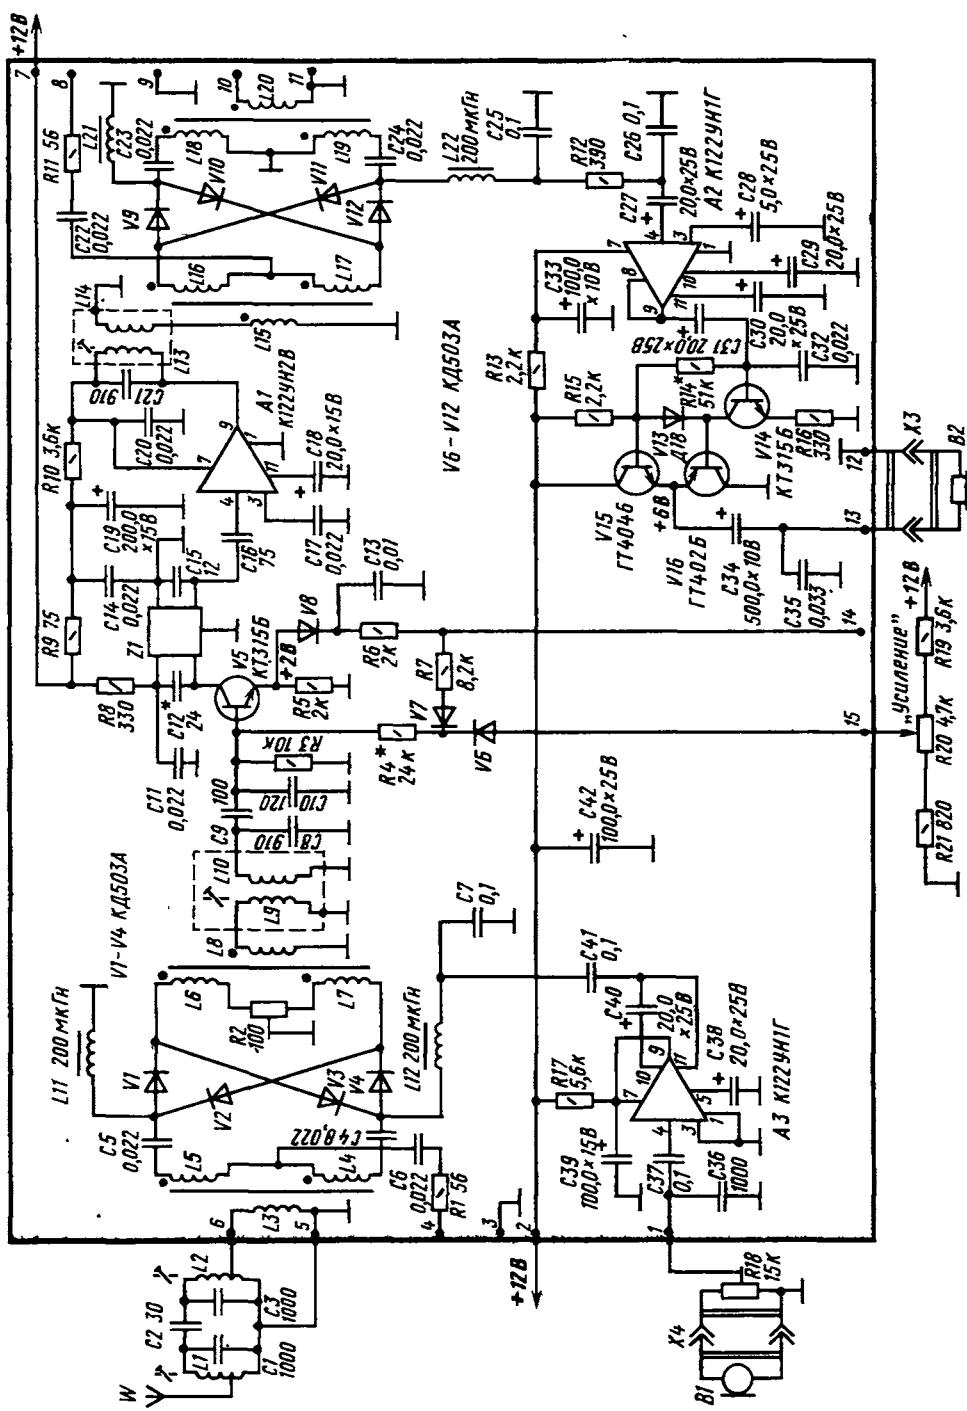

Рис. 388. Схема основного блока
**Принципиальная схема основного блока трансивера** показана на рис. 388. Подключенные к его плате (через выводные контакты 5 и 6) контуры L1C1, L2C3 со связующим их конденсатором C2 образуют фильтр сосредоточенной селекции. В режиме приема через него на первый кольцевой смеситель, выполненный на диодах V1–V4, подается принятый антенный сигнал, а через выводы 3 и 4 — напряжение гетеродина частотой 2340–2460 кГц. На выходной катушке L8 кольцевого смесителя выделяется сигнал промежуточной частоты (500 кГц), кото-
Остается разобрать принцип работы коммутационного узла в первом каскаде усилителя ПЧ основного блока при переводе трансивера с приема на передачу. В режиме «Прием» нижний (по схеме на рис. 388) вывод резистора R6 этого каскада через обмотки реле K1 и K2 коммутатора, находящегося в блоке гетеродинов, соединен с общим заземленным проводником цепи питания, диод V8 открыт напряжением, падающим на эмиттерном резисторе R5. В это время конденсатор C13, подключенный через открытый диод V8 к резистору R5, ослабляет отрицательную обратную связь по переменному току, снижающую усиление каскада. При подаче на вывод 14 основного блока постоянного напряжения +12 В (переключателем S1) диод V8 закрывается и тем самым отключает конденсатор C13 от резистора R5; начинает действовать отрицательная обратная связь, снижающая усиление каскада. Это предотвращает перегрузку тракта ПЧ относительно сильным сигналом, поступающим в него с первого кольцевого смесителя в режиме передачи.
Катушки L3—L5, L6—L8, L15—L17 и L18—L20 трансформаторов смесителей основного блока намотаны на кольцах типоразмера K7 × 4 × 2 из феррита марки 600НН. Можно также использовать ферритовые кольца с магнитной проницаемостью 400—1000 и внешним диаметром 7—12 мм. Каждая из катушек трансформаторов содержит 34 витка провода ПЭВ-2 0,15. Наматывать катушки каждого трансформатора надо одновременно тремя проводами, предварительно скрутив их жгутиком, а во время монтажа внимательно следить за порядком их соединения (на рис. 388 начала катушек отмечены точками).
Налаживание начинай с установки режимов работы транзисторов V5 и V14 V16 основного блока (см. рис. 388). Для этого переключатель S1 «Прием–пере-
Настройку трансивера в режиме «Передача» также начинай с основного блока (см. рис. 388). Питание на усилитель мощности пока не подавай. К разъему X4 «Микрофон» подключи электродинамический микрофон (любого типа), а к выходу микросхемы А3 подключи миливольтметр или вольтметр переменного тока, который мог бы фиксировать десятичные доли вольта. Произнося перед микрофоном протяжное «а-а-а», подстроечным резистором R18 установи на выходе микросхемы А3 напряжение, равное 0,1–0,15 В. После этого к выводу 10 платы основного блока можно подключить отрезок провода, прослушать на вспомогательный приемник сформированный SSB сигнал трансивера и скорректировать его подстроечным резистором R2.